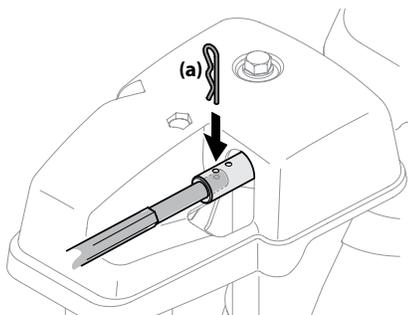

Figure 4-8
2. Tirez la tige de commande de la goulotte jusqu'à ce que le trou de la tige s'aligne avec le deuxième trou du raccord. Voir Figure 4-8.